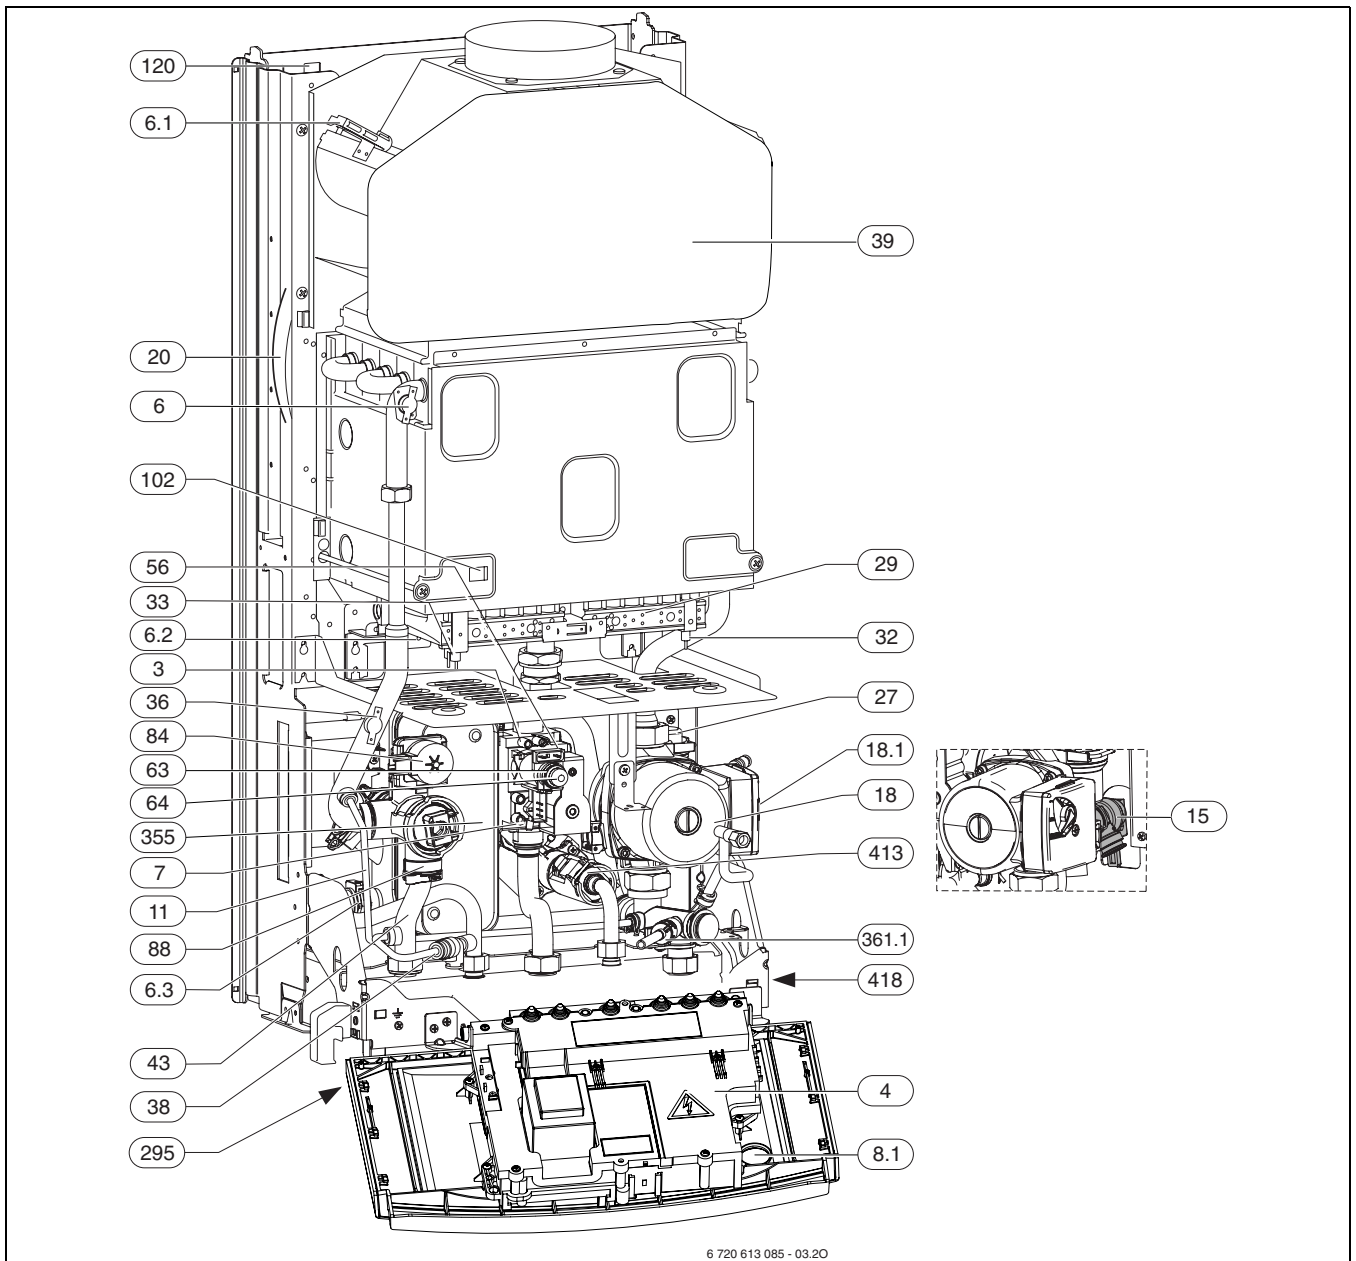

Fig. 3
La placa de características (418) se encuentra en la parte inferior derecha del travesaño (→ Fig. 3).